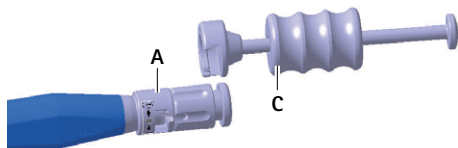

Fig. 5 Montera hammaren på insättningsinstrumentet
- Montera hammaren C på insättningsinstrumentet A, se Fig. 5.
- ▶ Montera hammaren **B** på insättningsinstrumentet **A**, se Fig. 5.